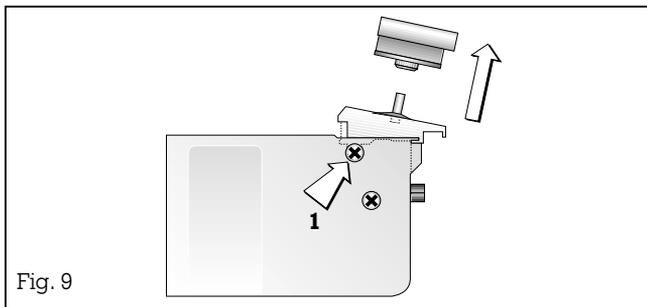
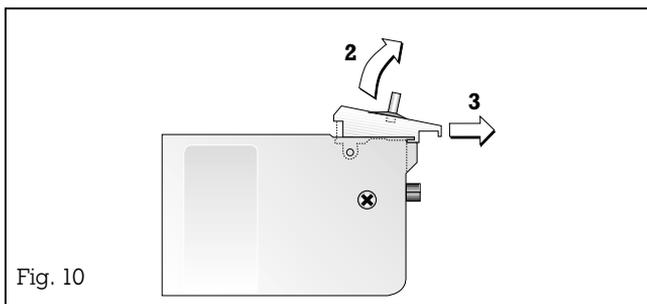

Fig. 9
Fig. 10
- Extrayez le bouton de commande. Desserrez les vis de fixation **(1)** à droite et à gauche (fig. 9) pour enlever le bandeau de commande en le soulevant **(2)**, puis en le poussant **(3)** hors de la fixation (fig. 10).